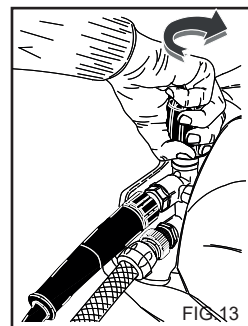

FIG.13
BRUK AV REGULERBART HODE(Fig.13)(Ekstraustyr)
Dette kapitlet gjelder kun de modellene som er utstyrt med utstyr for "trykkregulering". Trykkregulatoren, fig. 13, gjør at brukeren kan regulere arbeidstrykket. Når knapp C vis moturs (B) (minimum), reduseres driftstrykket.